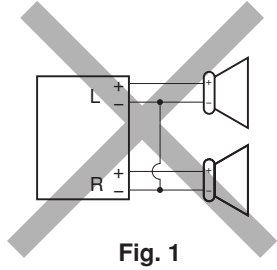
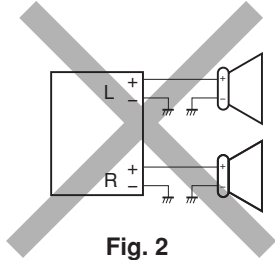

Fig. 1
Fig. 2
- **If the speaker wiring in your car is as illustrated in Fig. 1 and Fig. 2 below, DO NOT** connect the unit using that original speaker wiring. If you do, the unit will be seriously damaged. Redo the speaker wiring so that you can connect the unit to the speakers as illustrated in Fig. 3.
- **Si el conexionado de altavoz de su automóvil es como se indica en las Figs. 1 y 2 de abajo,** NO conecte la unidad utilizando ese conexionado de altavoz original. Si lo hace, se producirán daños graves en la unidad. Vuelva a efectuar el conexionado de altavoz de manera que pueda conectar la unidad a los altavoces de la manera indicada en la Fig.3.
- **Si le câblage des enceintes de votre voiture est réalisé comme montré sur la Fig. 1 ou Fig. 2 ci-dessous, NE CONNECTEZ PAS** l'appareil en utilisant ce câblage original d'enceintes. Si vous le faites, l'appareil sera sérieusement endommagé. Recommencez le câblage des enceintes de façon que vous puissiez connecter l'appareil aux enceintes comme montré sur la Fig. 3.